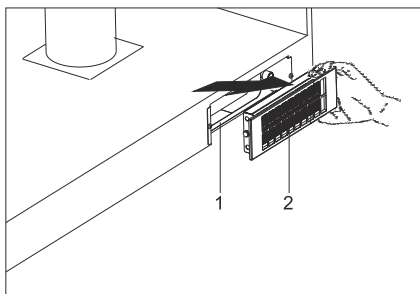

Fig. 6
1. ➔ Tag kulfilteret ud ved at bevæge det i pilens retning. Fig. 6